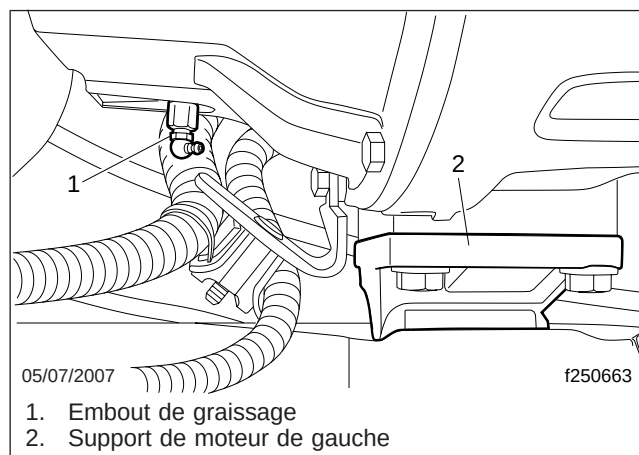

Fig. 2, Embout de graissage de la butée de débrayage
3. Repérez l'embout de graissage à la position de 9 h sur le côté gauche du carter fixe d'embrayage et essuyez toute saleté sur l'embout. Voir la **figure 2**.